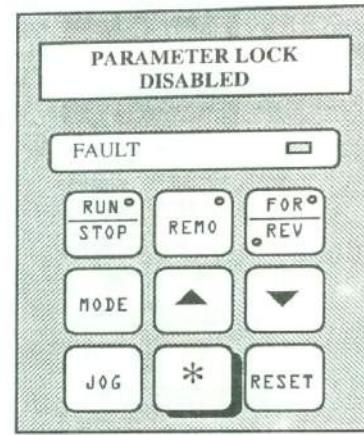

FIG.3.11
- ☞ Release **MODE** key.(fig.3.11)